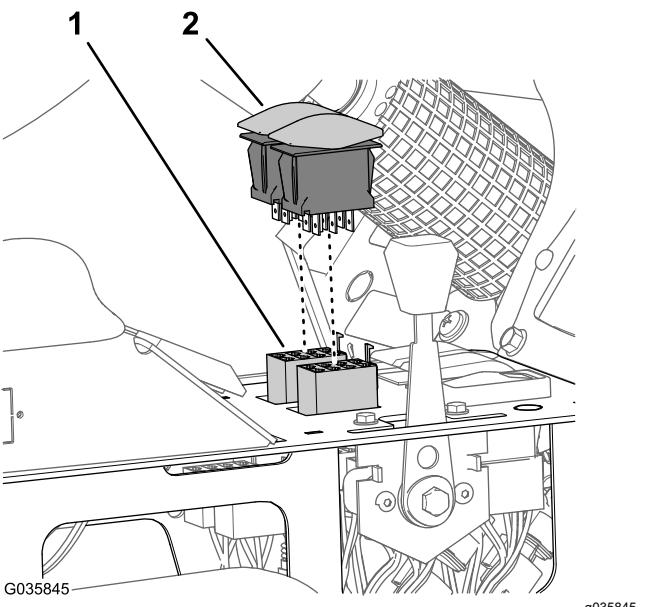

Figura 40
- Scollegate i connettori a 8 prese del cablaggio preassemblato per la macchina dagli interruttori di sollevamento delle barre per i circuiti di comando del sollevamento delle barre di sinistra e destra (Figura 40).
- Collegate gli interruttori a bilanciere ai connettori a 8 prese del cablaggio preassemblato del kit di finitura Ultra Sonic Boom (Figura 40).
- Inserite gli interruttori di sollevamento delle barre nelle aperture del pannello della consolle centrale fino a quando gli interruttori non scattano saldamente in posizione (Figura 40).